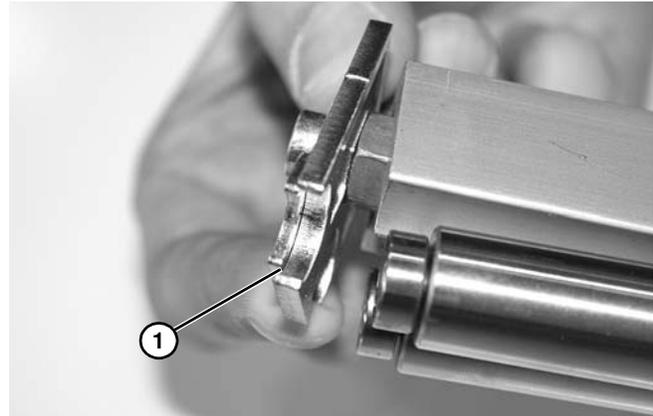

**Figura 65**
5. Quite el tornillo inferior (**Figura 65, artículo 1**) y quite la barra de la tuerca del cabezal (**Figura 65, artículo 2**) y la placa lateral (**Figura 65, artículo 3**).
*Durante el montaje, asegúrese de que el pezón de la barra de tuercas del cabezal (**Figura 65, artículo 2**) se inserte en el orificio de la barra de soporte (**Figura 65, artículo 5**).*
- Monte e instale la placa del cabezal en el orden inverso al del desmontaje. Utilice una llave hexagonal de 4 mm para apretar el tornillo inferior (**Figura 65, artículo 1**) con 3,4 Nm. Deje dos tornillos de sujeción (**Figura 64, artículo 2**) sueltos para tensar la banda.